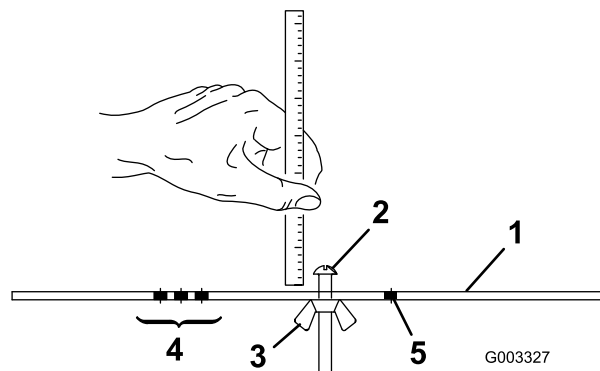

Figura 15
2. Slăbiți piulița de pe bara de distanțare (Figura 15) și setați urubul de reglare la înălțimea de tăiere dorită.